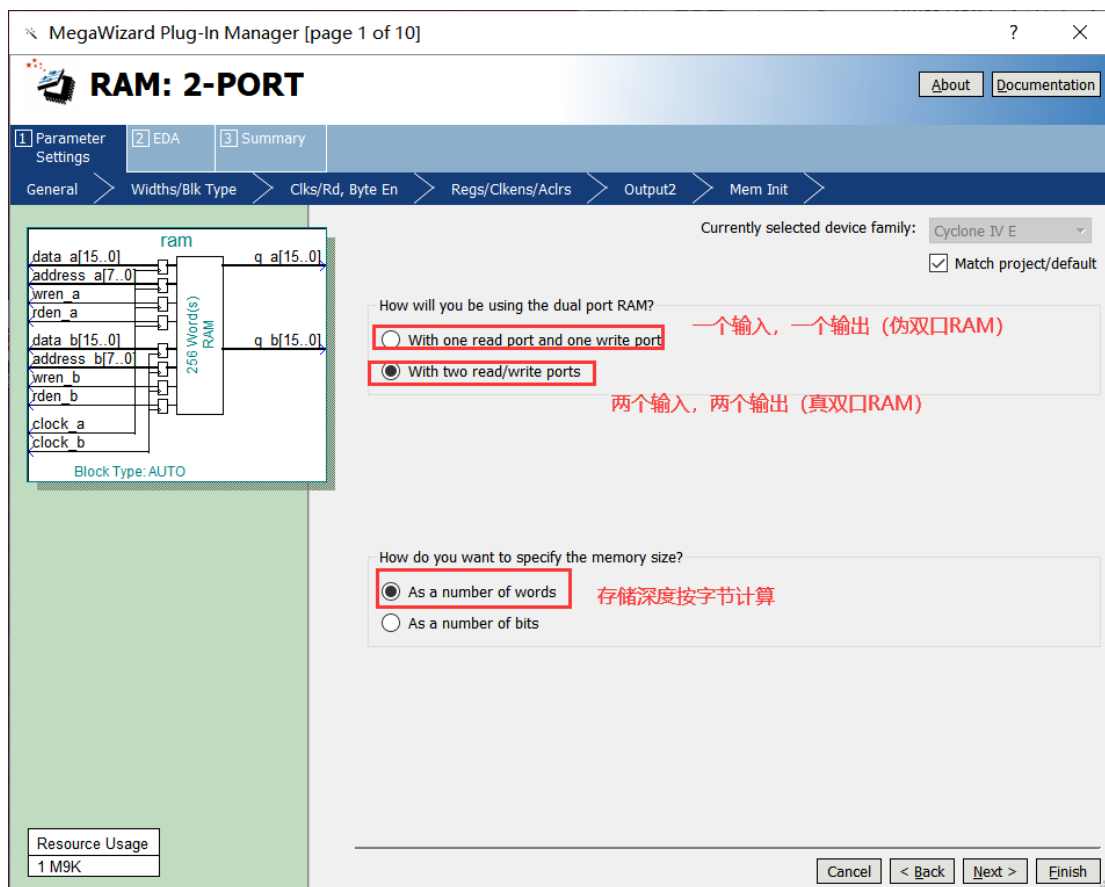

图 16-6
4、在该对话框中选择真双口 RAM（两个输入两个输出），存储深度以字节为单位，如图 16-6 示。